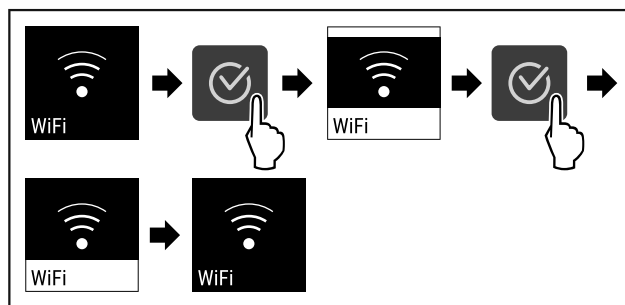

Fig. 87
- ▶ Atlikite veiksmus (žr. Fig. 87).